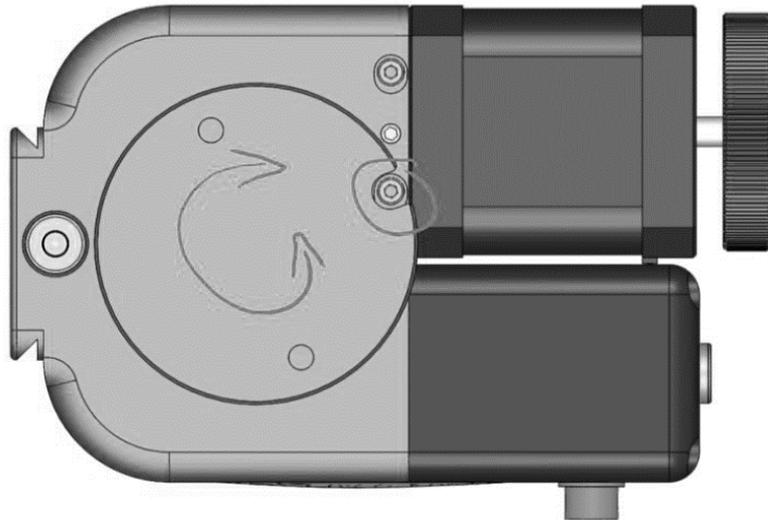

Bild 2
3. Drehteller von Hand solange drehen, bis die Freimachung der Zylinderschraube zu sehen ist (Bild 2).
10. Wenn das Spiel draußen ist, die vier Zylinderschrauben (Bild 2) mit maximal 0,5Nm anziehen.
11. Zur Sicherung der Position die zwei Madenschrauben (Bild 2) mit maximal 2,0Nm anziehen.